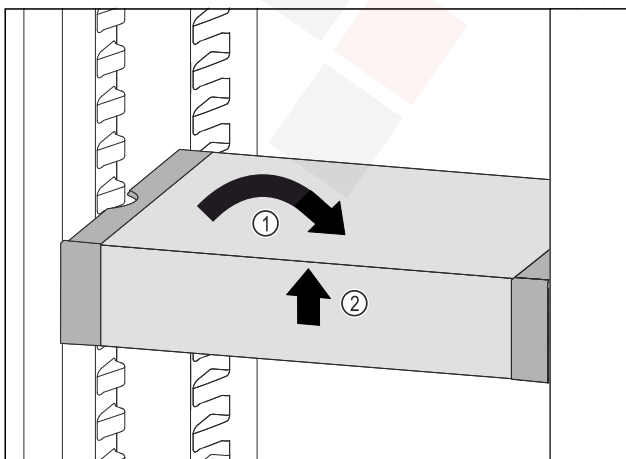

Fig. 79
- ▶ Állítsa egyenesbe a VarioSafe fiókot. Fig. 79 (1)
- ▶ Elöl emelje meg a VarioSafe fiókot. Fig. 79 (2)